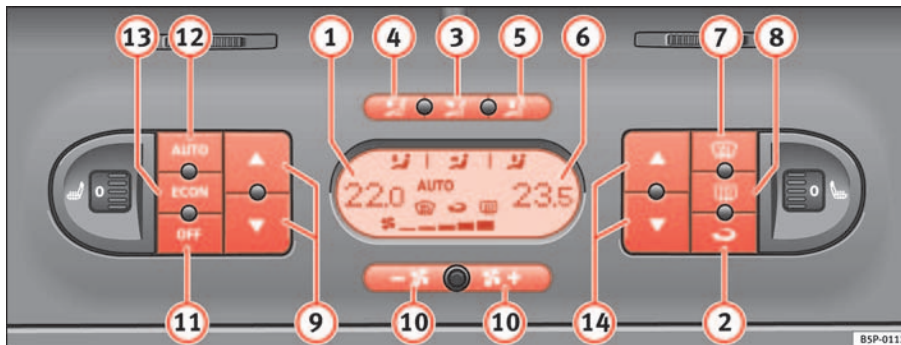

Abb. 127 In der Instrumententafel: Bedienelemente 2C-Climatronic
- Drücken Sie die Tasten der Temperaturregulierung ⇒ Seite 161, Abb. 127 9 oder 14 zur Einstellung der Temperatur auf der linken bzw. rechten Seite.
- Drücken Sie die Taste  ⇒ Seite 161, Abb. 127. Am Display erscheint die Anzeige „AUTO“.